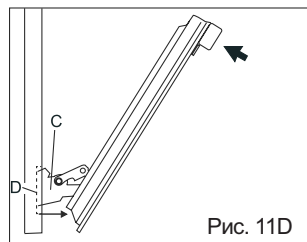

Рис. 11D
- 5) Общими руками слегка толкните дверцу духового шкафа внутрь, чтобы дверные крюки “С” вышли из пазов “D” (см. рис. 11D) и потяните дверцу на себя, пока не вытащите ее из духового шкафа.